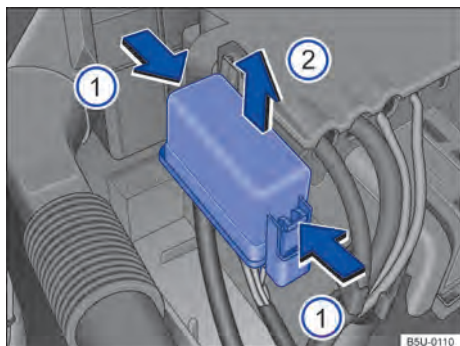

Fig. 190 En el compartimiento del motor: cobertura de la caja de fusibles.
- Presionar las trabas en el sentido de la flecha → fig. 190 , para desbloquear la cubierta de la caja de fusibles.